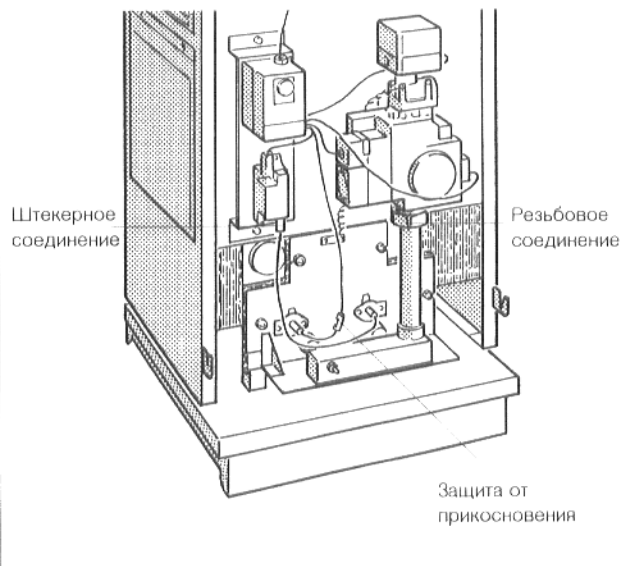

Рис. 20. Газовая горелка
- ✦ Отделить газовую горелку от арматуры (рис. 20).
- ✦ Разъединить штекерные соединения у управления горелки (рис. 20).
- ✦ Устранить защиту от прикосновений у контрольного провода (рис. 20) и разъединить штекерное соединение.